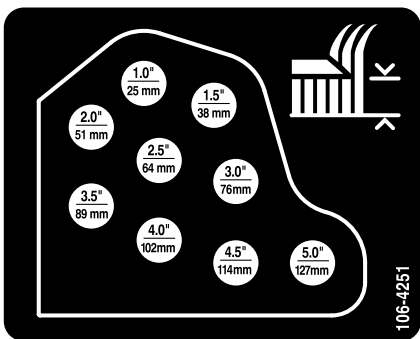

Рисунок 21
- Закрепите цепи регулировки высоты скашивания в требуемом отверстии с помощью шплинтуемого штифта и игольчатого шплинта (Рисунок 21).